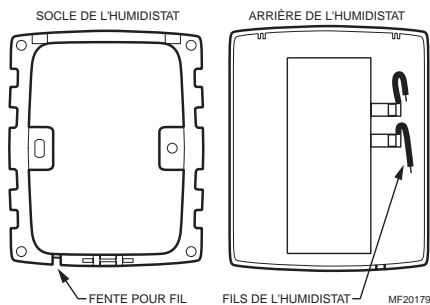

Fig. 14. Socle et vue arrière de l'humidistat.
7. Connecter les fils basse tension aux conducteurs et remettre le boîtier de l'H8908. Voir la Fig. 14.